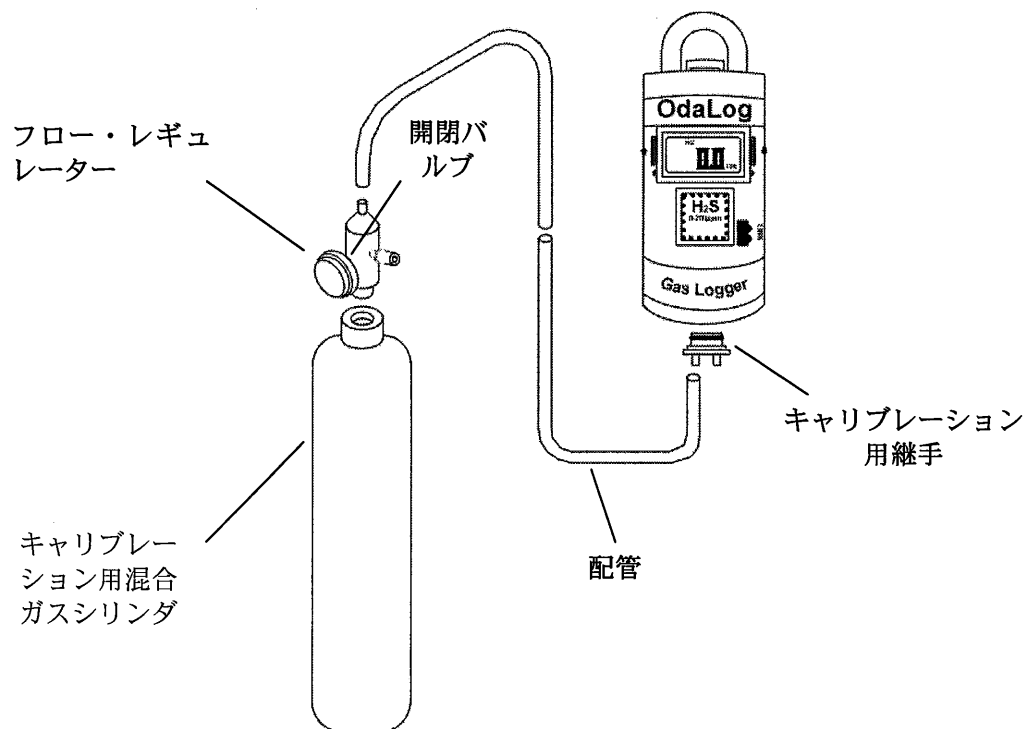

図 1
- ガスシリンダーにレギュレーターを取り付け、キャリブレーション・アダプター(図 1)の挿し込み口に合わせ、プラスチックの配管を取り付けます。